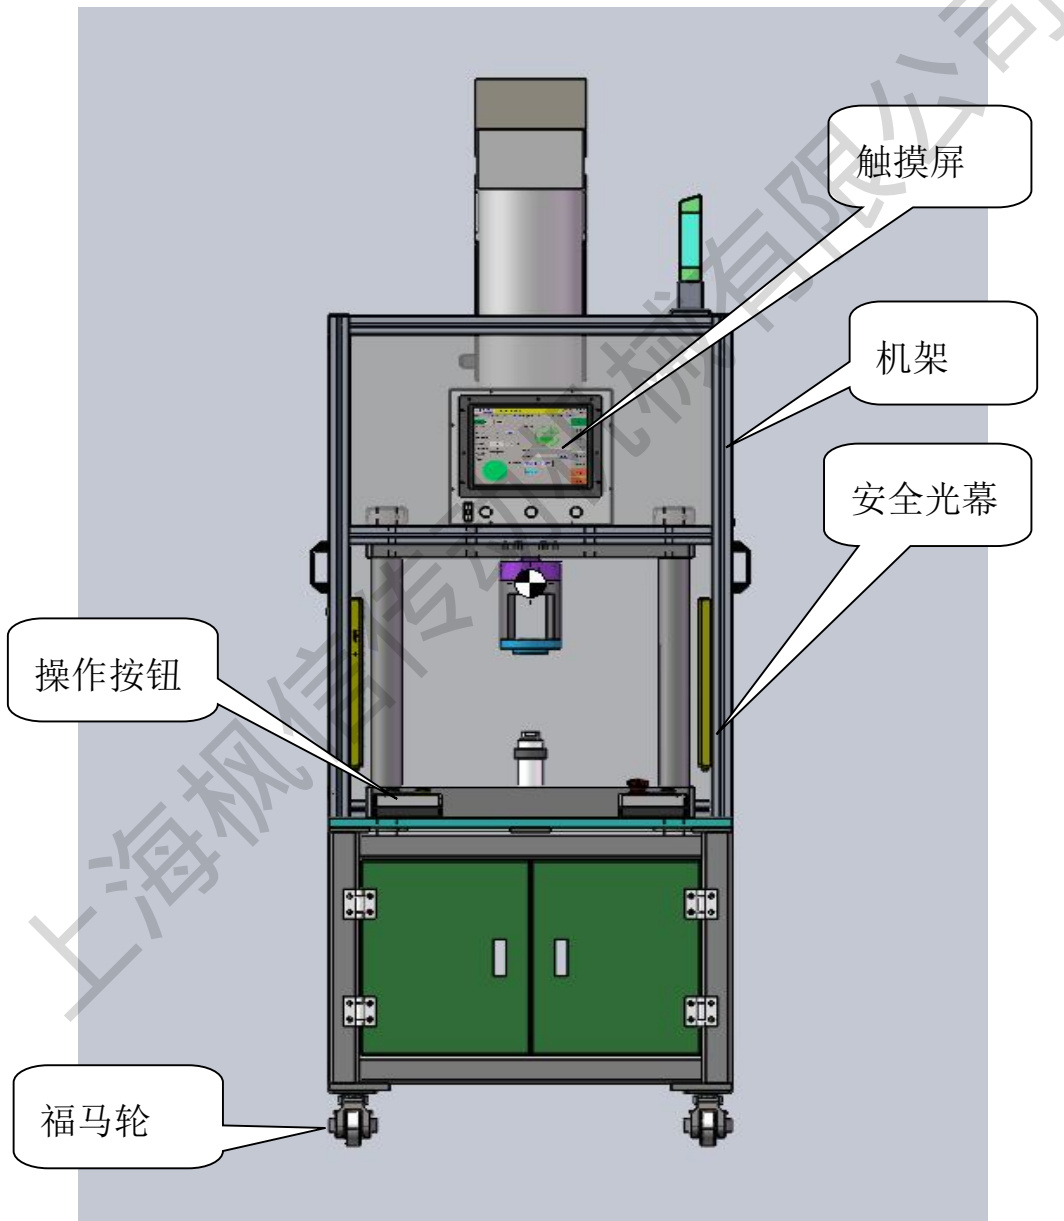

图 1-1 设备外形示意图(供参考)
1.2、设备外观效果图：如图 1-1 设备外形示意图（供参考）所示。